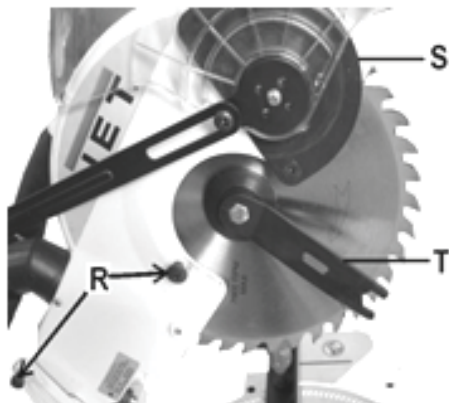

Рис. 8
- Снимите защитный кожух пилы (S, Рис. 8), отвинтив два винта (R) сбоку и отстегнув защитный кожух (S).
- Установите на место пластиковый защитный кожух и затяните два винта (R, Рис. 8).